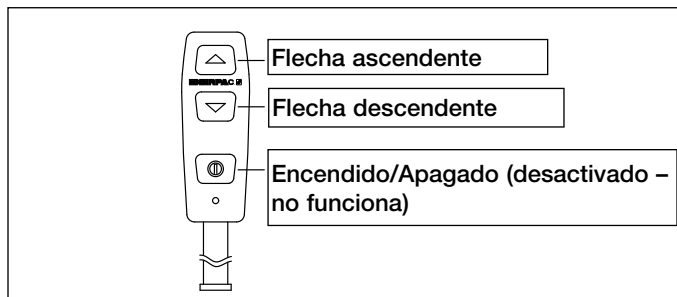

Figura 6
5.1 Accionamiento por control remoto (véase la Figura 6)
4. Pulsar y mantener pulsada la tecla de flecha ascendente en el control remoto. (véase la figura 6). Permitir que aumente la presión.
(véase la figura 6). Permitir que aumente la presión.